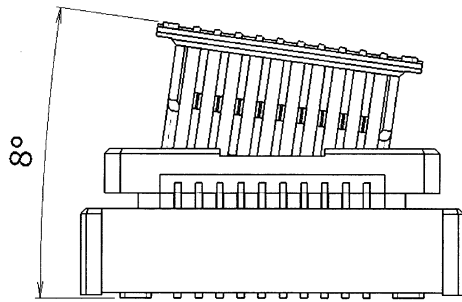
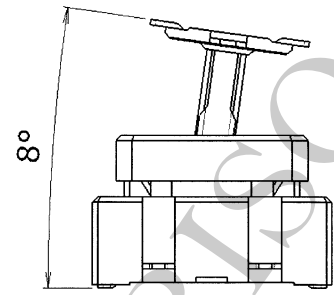

図 1/Fig.1
図 2/Fig.2
- ・ 誘い込み時の角度は図 1~図 2 になりますので、記載角度以下で位置決めをして下さい。
/Figure 1 and 2 show guiding angle. Please locate it below the described angle.